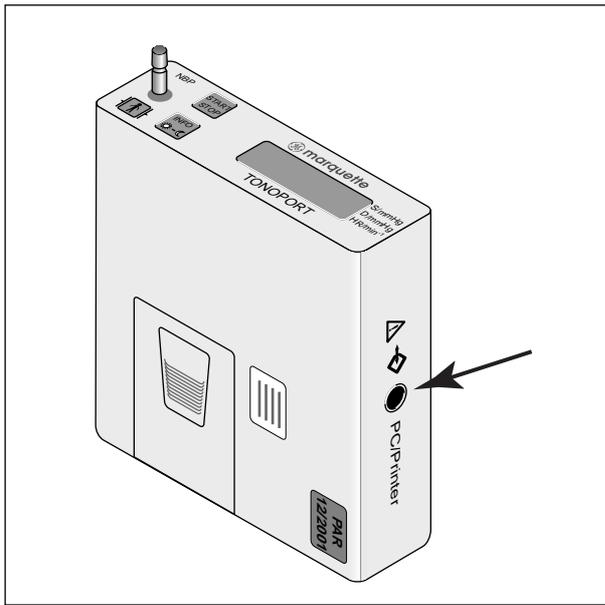

Bild 5-1. Anschluß für Verbindungsleitung zum PC oder Drucker
- Verbinden Sie das TONOPORT V und den PC mit der mitgelieferten Verbindungsleitung TONOPORT V - PC (Bild 5-1).
- Verbinden Sie das TONOPORT V und den Drucker mit der mitgelieferten Verbindungsleitung TONOPORT V - Drucker (Bild 5-1).